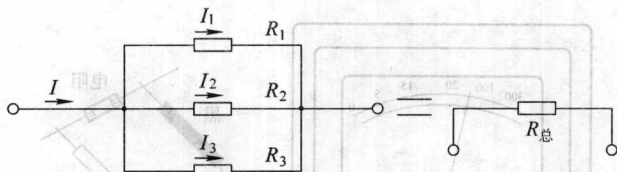

图 1—10 电阻的并联
- (2) 将两个或两个以上电阻接在电路中相同的两点之间，每个电阻承受的电压相同，这样的连接方式叫做电阻的并联。如图 1—10 所示为 3 个电阻的并联。